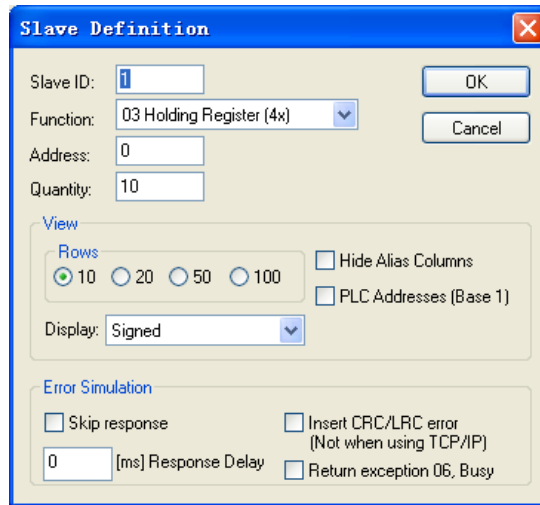

图 5.3 从站属性对话框
- 3) 在弹出的窗口空白处单击右键，选择“Slave Definition”，弹出 Slave Definition 对话框，如下图 5.3 所示：